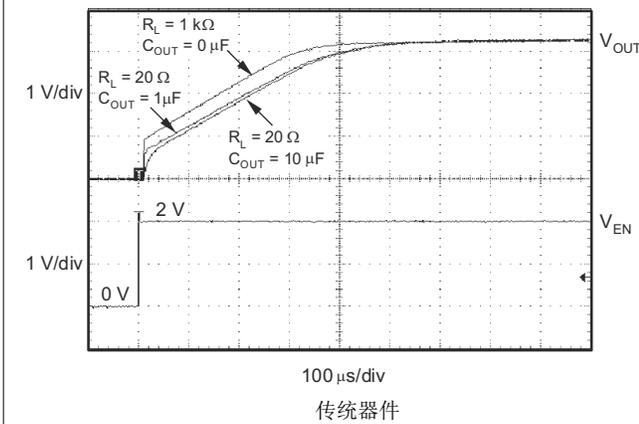

图 5-39. TPS73233 导通响应
使能引脚 (EN) 高电平有效并且与标准 TTL-CMOS 电平兼容。 V_{EN} 低于 0.5V (最大值) 会将稳压器关闭并将 GND 引脚的电流降至大约 10nA。当 EN 用来关闭稳压器时，导通晶体管的栅极电荷会被完全清除。 V_{EN} 高于 1.7V (最小值) 会打开稳压器，并且输出会斜升至稳定的 V_{OUT} (请参阅 图 5-39)。